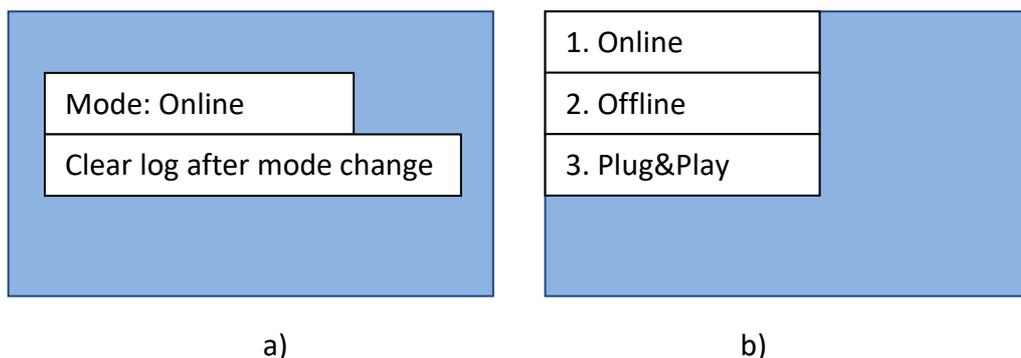

Abbildung 69 - Bildschirmansicht Einstellen des Betriebsmodus
- 5) Zum Einstellen des Betriebsmodus auf der Ansicht in der Abbildung 'Set Mode' auswählen, danach werden automatisch in einer Abfolge von wenigen Sekunden zwei Bildschirmansichten geöffnet (Abbildung 69 -a und Abbildung 69 -b). Warten bis die Bildschirmansicht in Abbildung 69 -b erscheint, dann den Betriebsmodus auswählen.